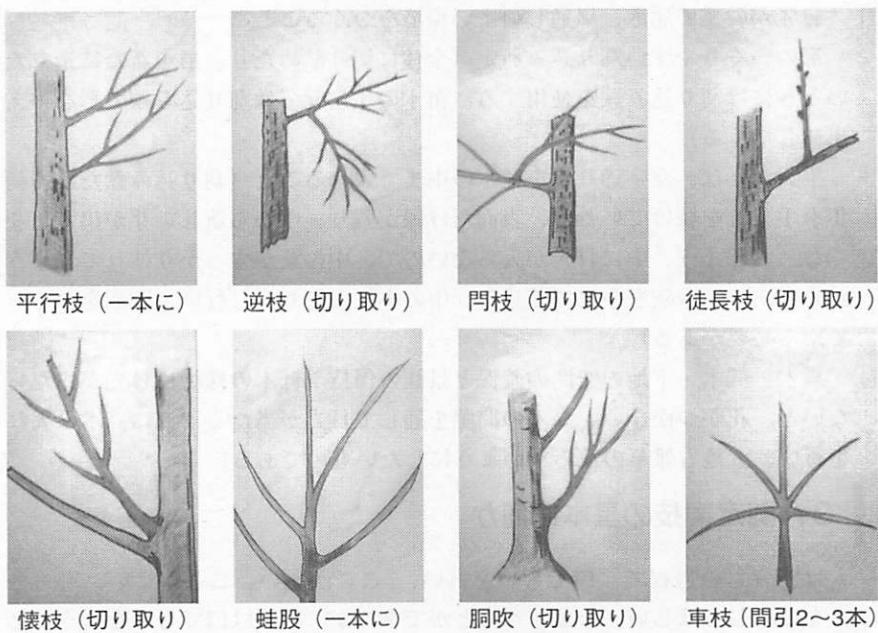

図1 支障枝剪定詳細図
①枯れ枝
②^{どうぶき} 脳吹（幹から直接芽吹いている小枝、この枝に養分がとられ、各枝に養分がいきわたらなくなる。茂ってくると日光が当たらなくなり、風通しも悪くな
- ③門枝 (かんぬきのようすに伸びて幹を遮り、日光を当たらなくしている枝)
- ④立ち枝 (垂直に伸びて小枝をつけ、各枝の隙間を防いでいる枝)
- ⑤徒長枝 (枝から芽吹いて、細長く突出した枝。梅などでは1年で1m以上も伸びて、実をつける小枝の育ちを妨げる)
- ⑥車枝 (松などに見られ、節から四方に放射状に伸びる枝。下の枝の隙間に伸びるように間引きをする)
- ⑦逆枝 (枝の本来伸びる方向と反対に伸びていく枝)
- ⑧ひこばえ (矢子のこと。そのままにしておくと根際が林になってしまう) いくつかの成長を妨げる枝をあげてみたが、実際にはなかなか判別しにくいものもある。図示してみたので参考にされるとよい。(図1)